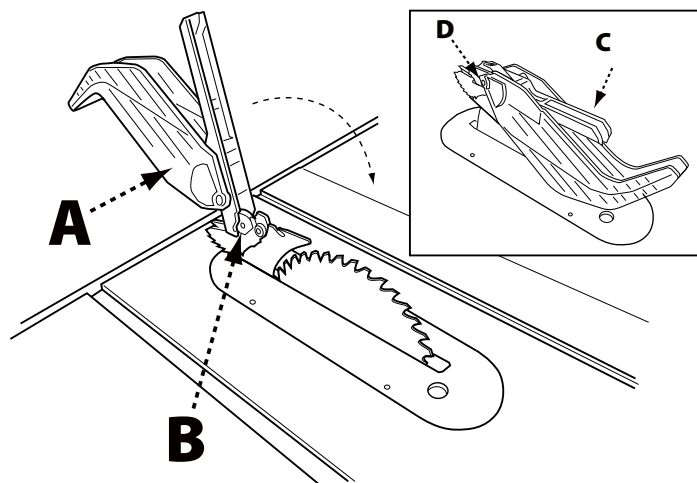

FIGURA 13
1. Al tiempo que sostiene el ensamblado de guarda para hoja (A) en posición vertical, enganche el pasador de posicionamiento (B) situado en la parte posterior del ensamblado de guarda para hoja dentro de la ranura situada en el borde posterior del separador.
2. Gire el ensamblado de guarda para hoja hacia la parte frontal de la sierra hasta que la parte metálica (C) del ensamblado de guarda para hoja esté paralelo con la mesa como se muestra en la Figura 13.
3. Al tiempo que sujeta la parte frontal de la parte metálica de la guarda (C) presione la palanca de bloqueo de la guarda para hoja (D) hacia abajo hasta escuchar un chasquido para trabarla en su lugar. Verifique que la guarda esté enganchada al separador jalando de la misma. Si la guarda no está sujeta, la palanca de bloqueo de la guarda para hoja se levantará a la posición de desbloqueo.